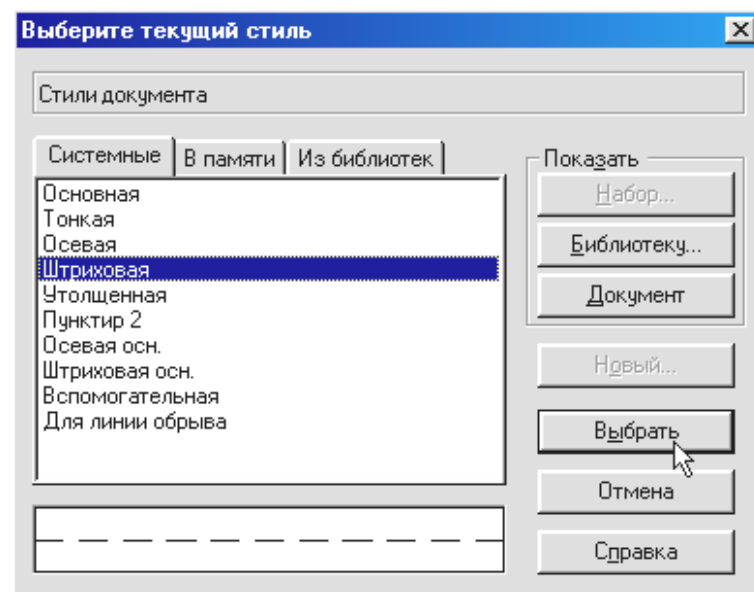

Рис. 16.
13. Виберіть поточний стиль лінії – *Штрихова*, рис. 16.
14. Змініть поточний стиль відрізка $p_1 - p_3$ на основний. Для цього двічі клацніть мишею на відрізку $p_1 - p_3$, – відрізок перейшов в режим редагування. Клацніть мишею на полі *Поточний стиль* на рядку параметрів (рис. 16) і виберіть стиль лінії *Основна*. Клацніть мишею на кнопці *Створити об'єкт*, рис. 17, клацніть мишею на вільному полі креслення.